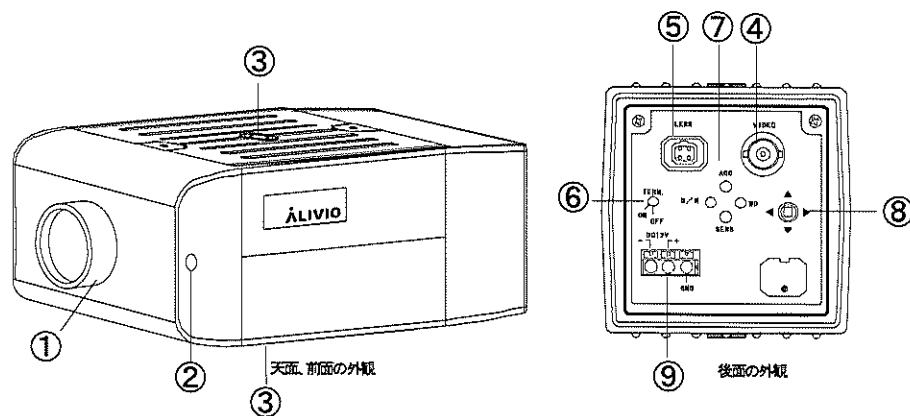

図 1
5. 六角レンチを使用してバックフォーカス調整部を緩めます。(図 1②) フォーカスが合うようにレンズマウントを調整します。バックフォーカス調整部にてレンズマウントを固定します。
- (1) OSD を用いメニュー上で設定する
- (2) ダイレクトキー機能を使用する
本機はダイレクトキー機能を備えており、通常時(メニュー非表示)に機能設定用スイッチ(図 1 ⑧)を用いて下記4つの機能を直接操作することができます。
- ① AGC: ON/OFF
- ② DAY&NIGHT: ON(AUTO)/OFF(Color) (ON 設定時は、AGC も自動的に ON に設定されます)
- ③ SENS: ON/OFF
- ④ WD: ON(WD)/OFF(NORMAL)
以下の説明において用いられるスイッチは図 1 ⑧を示す。